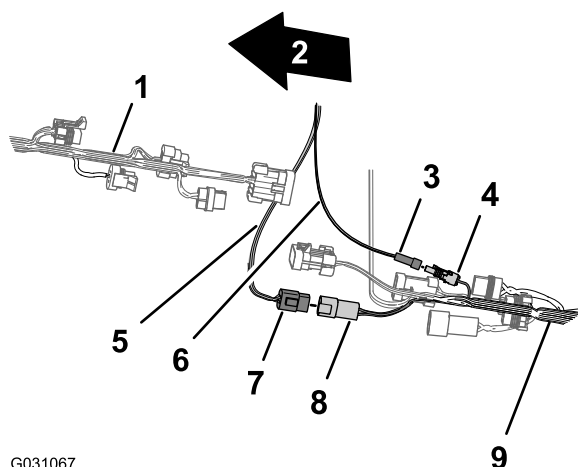

Figura 169
3. Conecte el conector de 4 pines del arnés de datos del controlador del fumigador/CAN 2 al conector hembra de 4 vías del arnés trasero del circuito del controlador del fumigador/CAN 2 (Figura 169).
4. Conecte el conector hembra de 1 pin del arnés eléctrico al conector hembra de una vía del arnés de cables trasero (Figura 169).